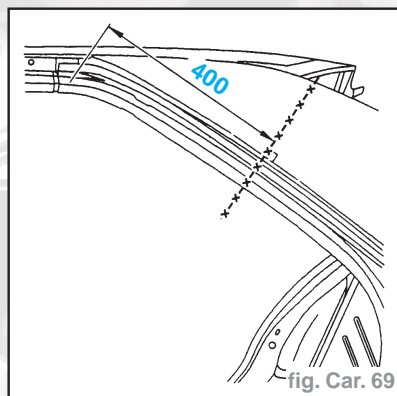

fig. Car. 69
- Tracer puis découper à l'aide d'une scie (coupe provisoire) (fig. Car. 69).